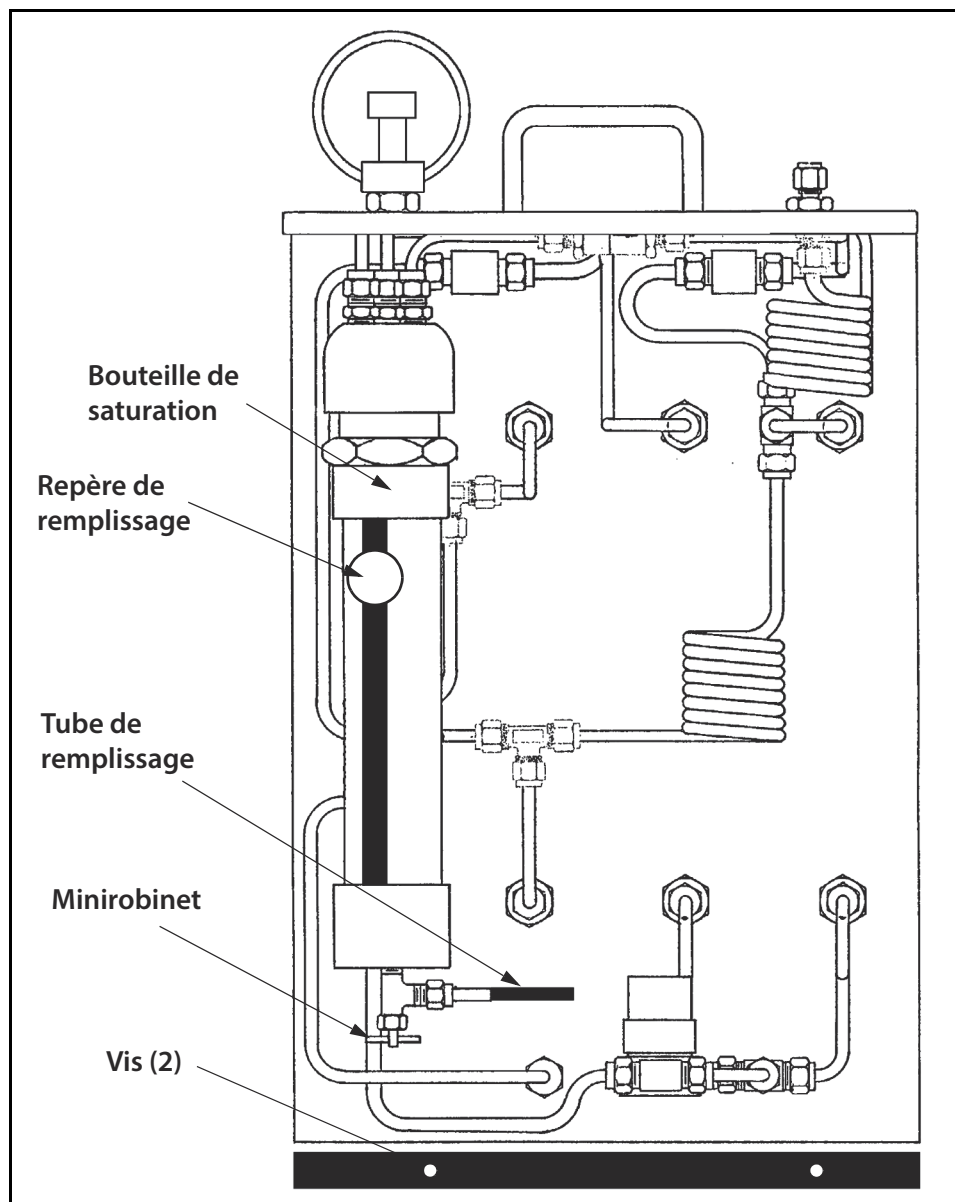

Figure 2 : Vue de l'arrière du MG-101 avec le panneau retiré
1. Retirez le panneau arrière en enlevant les deux petites vis en bas (voir *Figure 2* ci-dessous).
2. Remplissez d'eau distillée (non désionisée) le flacon compressible en plastique fourni et raccordez-le au tube de remplissage en bas de la bouteille de saturation (voir *Figure 2* ci-dessous). Cette section de tube en plastique doit rester fixer en permanence au raccord en bas de la bouteille de saturation.
5. À l'aide du flacon compressible, remplissez la bouteille de saturation jusqu'à ce que le niveau d'eau atteigne le repère de remplissage sur la bouteille (voir *Figure 2, page 5*).